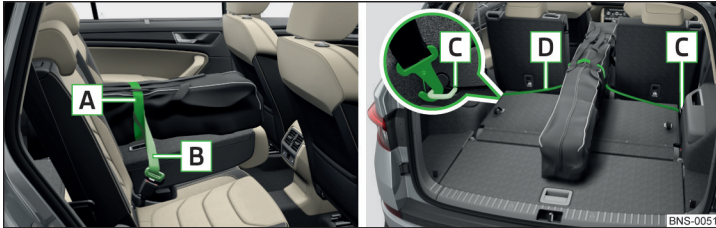

Abb. 129 Durchladesack vorn/hinten sichern
- Das Zugband **A** um die Skier **am Fuß** der Bindungen festziehen » Abb. 129. Das Band muss die Skier fest umfassen.